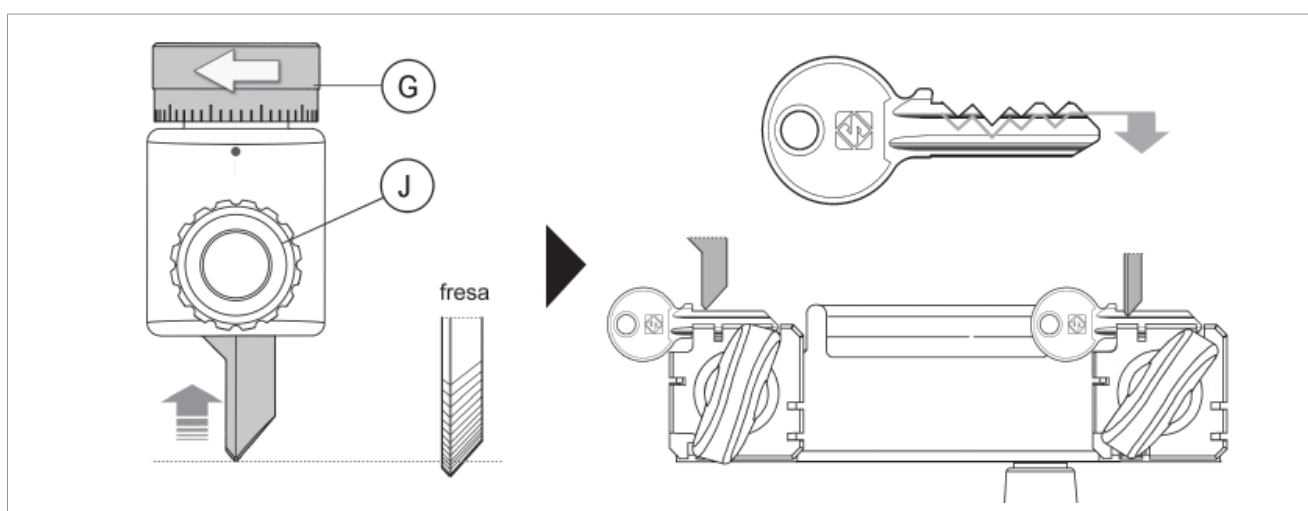

Fig. 19
- c) girar la virola (G) en sentido antihorario para hacerlo retroceder (cizado más profundo) (Fig. 19).